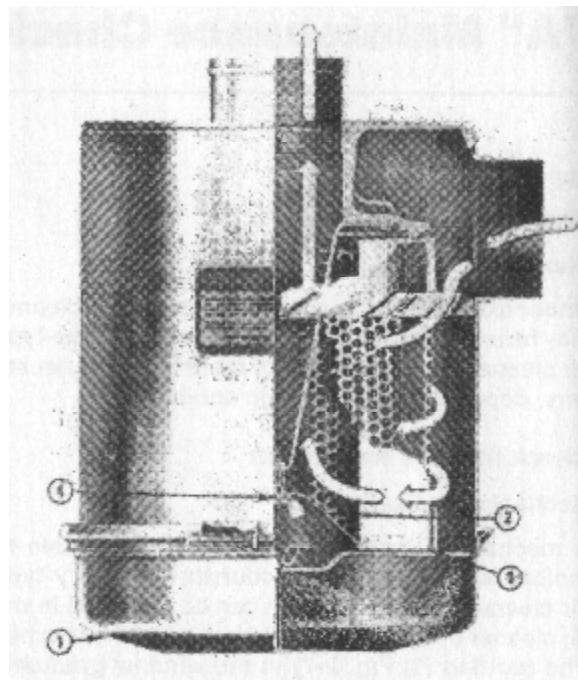
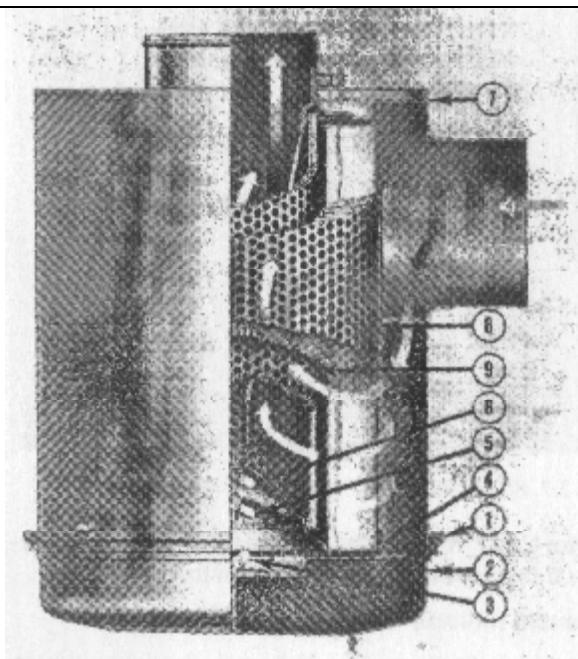

Рис. 2-11(ОМ1029Л) Воздухоочиститель для тяжелого режима работы.
Рис. 2-12 (ОМ1030Л) Воздухоочиститель для тяжелого режима работы с двойным элементом.
Воздухоочиститель для тяжелого режима работы (одиночный и сдвоенного типа) сочетает в себе центрифугу и фильтр. Рис.2-11 и 2-12. Очистка производится на входе воздуха в двигатель.
2. Отвинтить гайку – барашек (2, рис 2-11 и 3 рис. 2-12), снять пылевой щиток (3, рис.2-11), (4 рис.2-11). Очистить поддон и щиток.
3. Отвинтить гайку – барашек (2, рис 2-11), (5, рис. 2-12), крепящую первичный элемент воздухоочистителя (6, рис.2-12) в корпусе воздухоочистителя, проверьте резиновую уплотнительную шайбу под гайку – барашек (4, рис. 2-11), (5, рис.2-12).